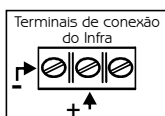

Figura 2
- 3 -Conecte os fios + e - do clip no conector do infra (veja a figura 2);